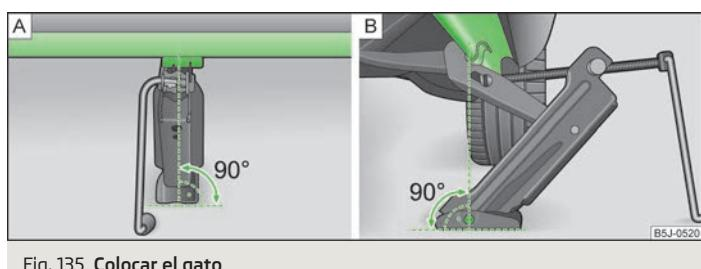

Fig. 135 Colocar el gato
- Fijar el gato de modo que la garra abarque el alma vertical » fig. 135 - [B] debajo de la muesca en la superficie lateral del larguero inferior.
- Asegurarse de que la placa de base del gato esté con toda la superficie apoyada en un suelo recto y en vertical »fig. 135 respecto a la posición en la que la garra abarca el alma.